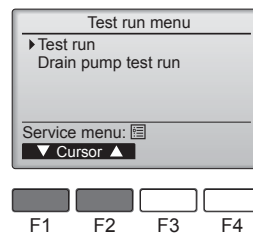

Fig. 7-4
④ [F1] veya [F2] düğmesi ile "Test run" (Test çalıştırma) öğesini seçin ve düğmesine basın. (Fig. 7-4)